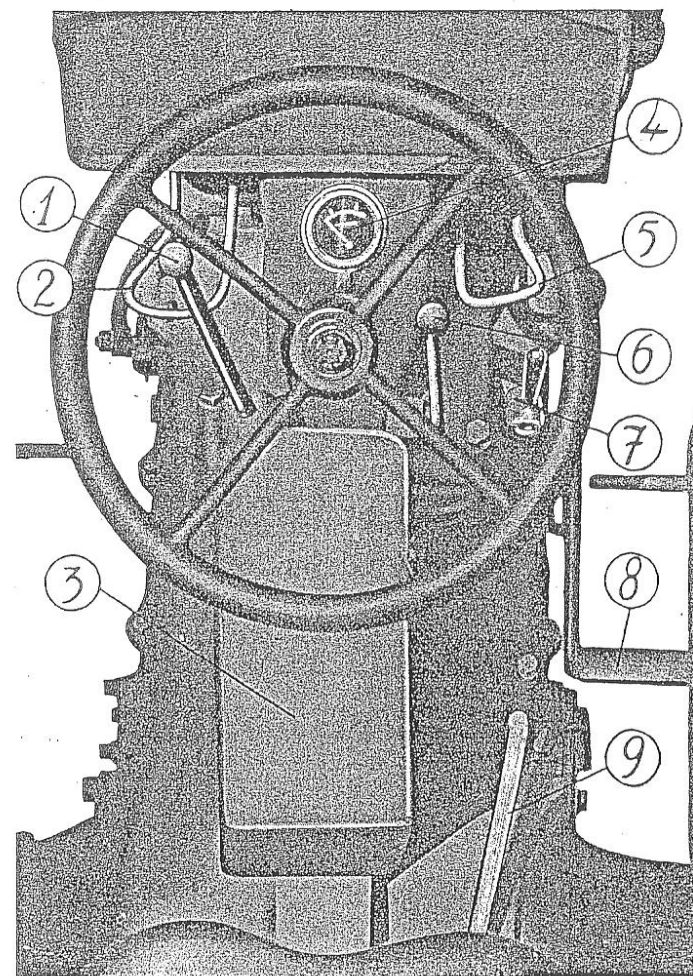
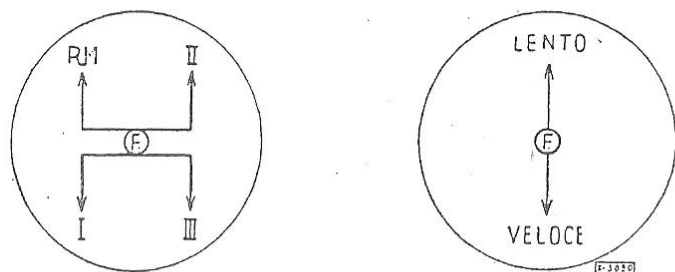

Fig. 5
Fig. 8
- 2) Accelerare leggermente il motore, spostando la leva di comando del carburatore posta a sinistra del motore (fig. 5, n. 2).
3) Anticipare leggermente l'accensione al magnete portando a circa metà corsa la leva di comando posta a destra del motore (fig. 5, n. 5).
4) Assicurarsi che la leva del cambio velocità sia in posizione di folle (fig. 5, n. 1).
Pedale della frizione. — Il pedale della frizione (fig. 5, n. 8) si trova alla destra del conducente.
Cambio di velocità. — Con la leva di sinistra (cambio) (fig. 5, n. 1 e fig. 8) si comanda il primo gruppo di ingranaggi col quale si ottiene l'una o l'altra delle tre velocità in marcia avanti e la marcia indietro. Con la leva di destra (riduttore) (fig. 5, n. 6 e fig. 8) si comanda il secondo gruppo di ingranaggi col quale si ottiene la presa diretta, oppure la riduzione delle velocità. Volendo ridurre una o l'altra delle tre velocità, o la marcia indietro del primo gruppo, si lascia innestata la marcia a cui si procede e con la leva di destra si innesta il riduttore ottenendo così una velocità intermedia più bassa. Il primo gruppo dà le seguenti velocità: km. 3,7 - 6,7 - 13 all'ora in marcia avanti e km. 2,7 in marcia indietro. Il secondo gruppo le riduce rispettivamente alle seguenti: km. 2,6 - 4,6 - 9 all'ora in marcia avanti e km. 1,9 in marcia indietro; la piccola differenza fra una e l'altra delle sei sud-
Bloccaggio del differenziale. — La piccola leva posta sul coperchio del cambio, sulla destra del sedile del conduttore, ha per funzione di bloccare il differenziale (fig 5, n. 9). Questa manovra si deve fare solo per trarsi d'impaccio quando una delle ruote motrici tendesse a slittare, affondando. Appena superata la resistenza eccezionale, è necessario rimettere subito la leva in posizione normale. Quando una delle ruote comincia a slittare, ridurre subito i giri del motore per diminuire l'affondamento, e innestare il blocco del differenziale. Quando il differenziale gira lentamente è più facile innestare i denti del blocco: è dannosissimo tentare l'innesto a pieno motore. Per disinnestare il blocco diminuire i giri del motore e sterzare leggermente da una parte e dall'altra per facilitare il disinnesto.
Presca di forza con puleggia motrice: viene azionata innestando uno degli ingranaggi del cambio con quello della presa di forza. Quest'ultimo è scorrevole, e lo si sposta a mezzo di una maniglia posta sulla destra davanti al conducente (fig. 5, n. 7). Tirando la maniglia indietro si provoca l'innesto, spingendola in